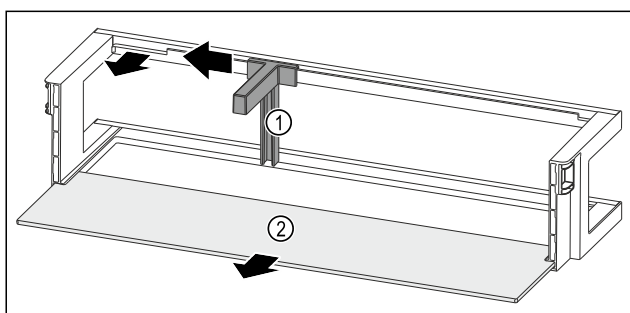

Fig. 187 Dveřní přihrádka s držákem lahví a odkládací plochou
- Držák lahví Fig. 187 (1) posuňte na stranu až k vybrání.
- Držák lahví Fig. 187 (1) odeberte.
- Odkládací plochu Fig. 187 (2) odeberte.